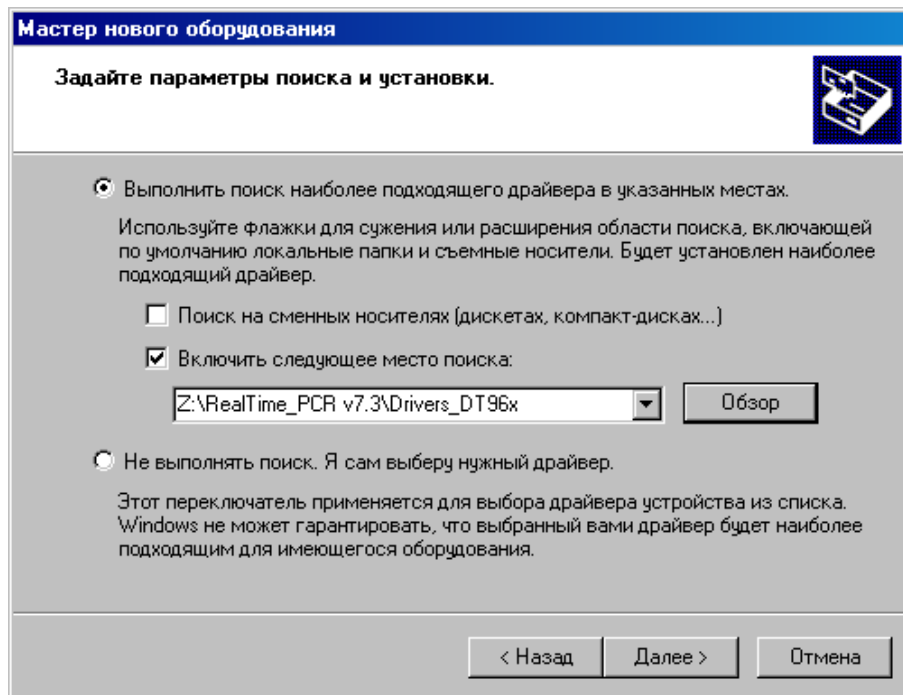

Рис.6 Поиск папки Drivers_DT96x на компакт-диске
- В окне задания параметров поиска и установки (Рис.6) укажите путь к папке с драйвером для чего поставьте галочку в окошке **Включить следующее место поиска** и нажмите кнопку **Обзор**.
- Убедившись, что путь к папке с драйвером в окне (Рис.6) указан правильно, нажмите кнопку .